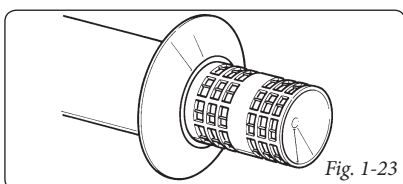

Fig. 1-23
- Griglia esterna (Fig. 1-23). Il terminale di aspirazione-scarico sia Ø 60/100 che Ø 80/125, se correttamente installato, si presenta all'esterno dell'edificio in modo gradevole. Assicurarsi che il rosone in silicone di tamponamento esterno sia correttamente a battuta al muro esterno